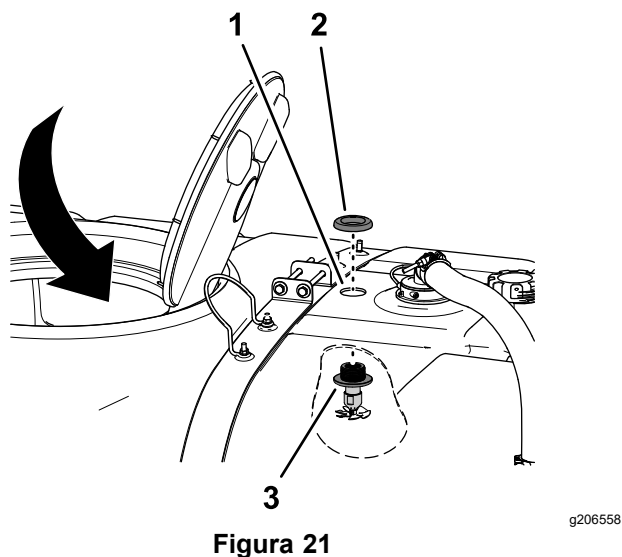

Figura 21
1. Lavorando all'interno del serbatoio attraverso l'apertura di 41 cm, allineate il gruppo ugelli verso l'alto, attraverso il foro di 4,5 cm che avete praticato al passaggio Foratura del serbatoio di irrorazione \(pagina 10\), come illustrato nella Figura 21.
2. Montate il dado flangiato in plastica sui filetti del raccordo del diaframma nella parte superiore del serbatoio e serrate il dado flangiato manualmente (Figura 21).